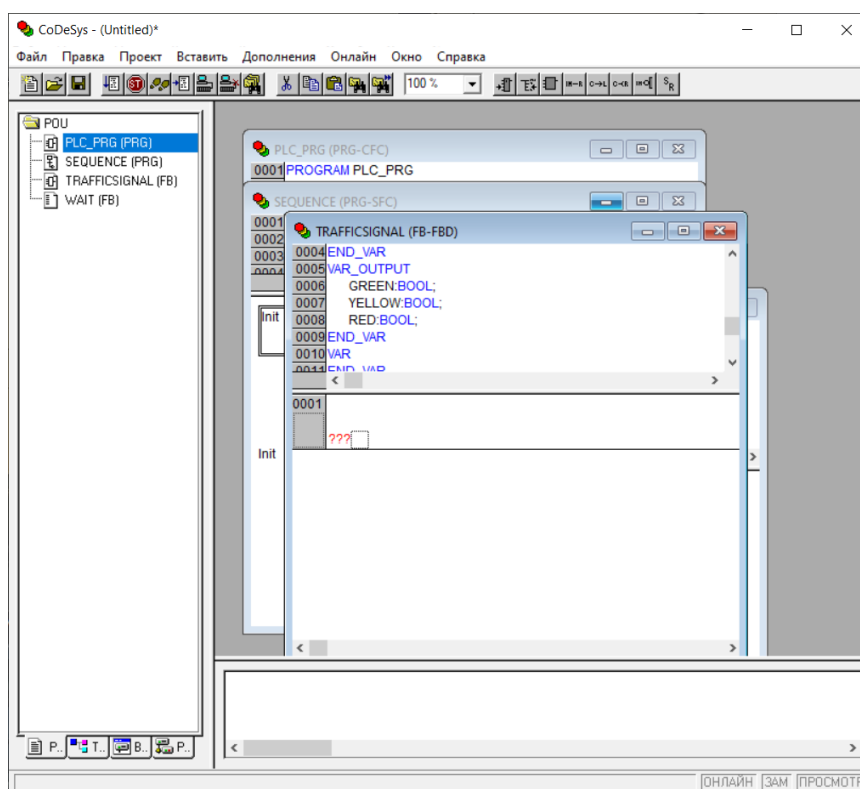

Рисунок 5 – Окно редактора объявлений
3. Возвращаемся к POU TRAFFICSIGNAL. В редакторе объявлений определяем входную переменную по имени STATUS типа INT. STATUS будет иметь четыре возможных состояния, определяющие соответствующие стадии – зеленая, желтая, желто-красная и красная (рисунок 5).